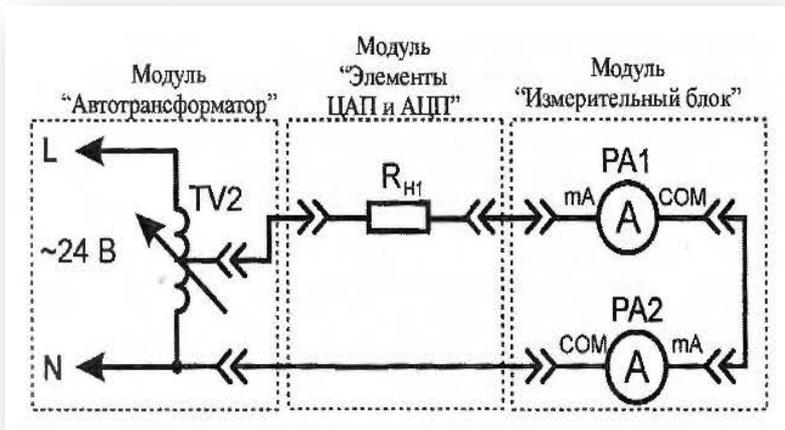

Рис. 9. Схема электрическая соединений лабораторных модулей для измерения переменного тока
1. Согласно схеме (рис. 9) выполнить электрические соединения модулей для измерения переменного тока. **Монтаж схемы производить при отключенном питании.**
2. Рассчитать относительную  $\delta_4$  и приведенную  $\gamma_4$  погрешности измерения переменного тока  $I_{PV1}$  для каждого пункта табл. 20 по формулам (2) и (3) (см. раздел «**Основные сведения**»), считать амперметр  $PA2$  (рис. 9) образцовым, результаты занести в табл. 20.